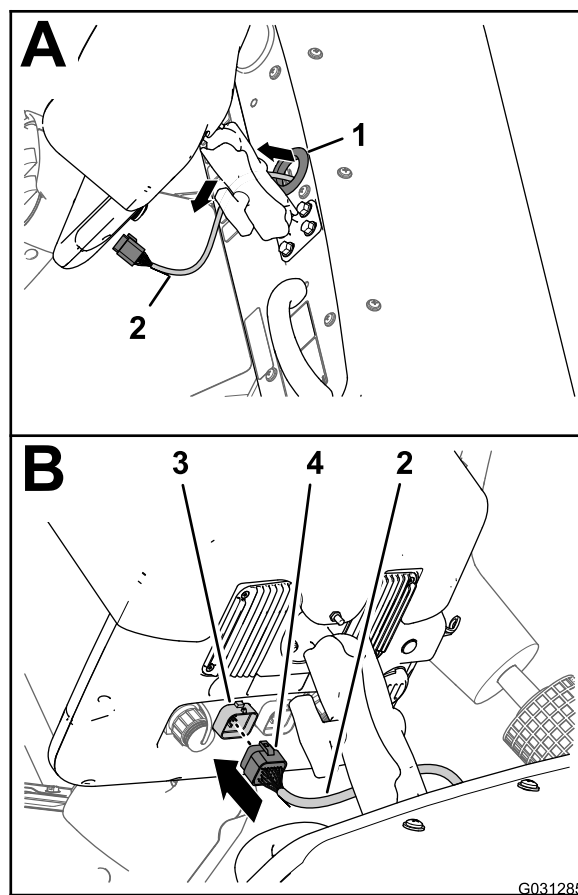

Figura 176
- Enrute la rama de 220 cm del arnés de datos hacia arriba por el anillo de goma del orificio del salpicadero (Figura 176).
- Alinee el conector hembra de 26 vías del arnés de datos con el conector de 26 pines de la pantalla de fumigación e introduzca el conector macho en el conector hembra hasta que el cierre del conector se enganche firmemente (Figura 176).